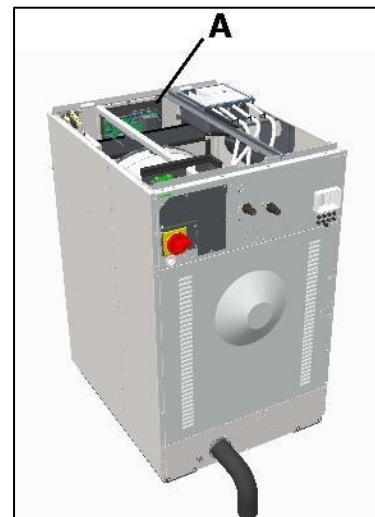

Fig. 3.1
2. Desconecte con cuidado todas las conectoras y cables de la placa del panel frontal **A** (Fig. 3.1).